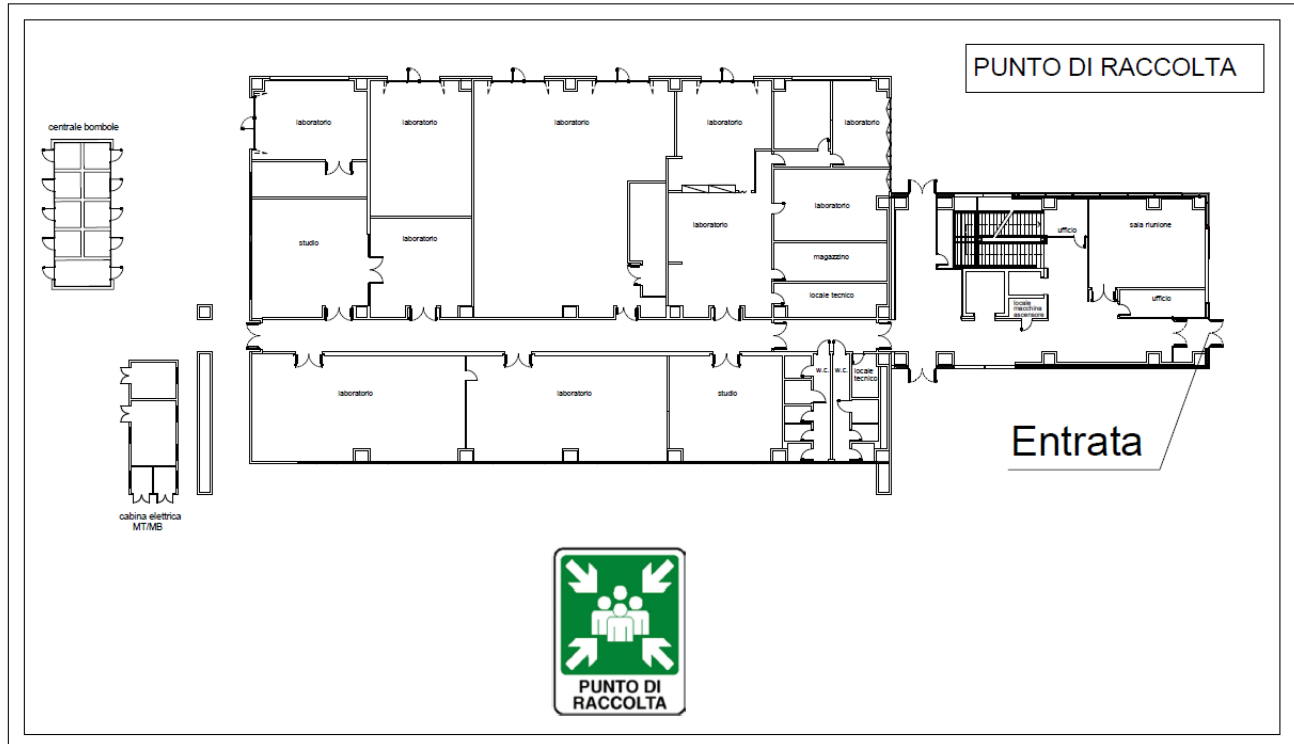

Figura 3. Ubicazione dei punti di raccolta del Plesso.
- Raggiungono il punto di raccolta esterno all'edificio, indicato nelle planimetrie di emergenza e, in sito, dall'apposita segnaletica di colore verde (vedi p.to 8 – Figura 3).